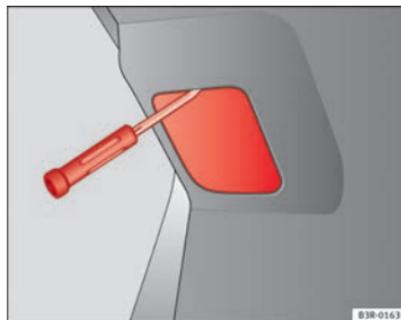

Fig. 215 Retirar a cobertura da porta do porta-bagagens
- Introduza um chave de parafusos na ranhura a partir de cima ⇒ Fig. 215 e extraia a cobertura fazendo alavanca.